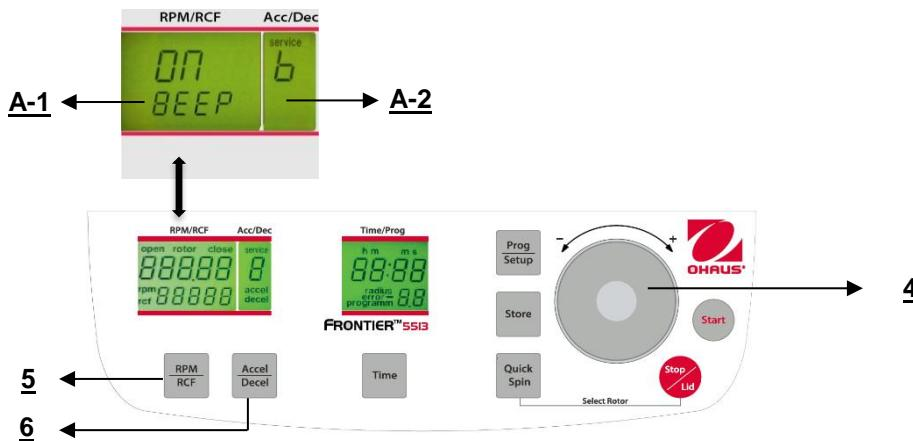

Abbildung. 33
Fahren Sie fort wie unter Punkt 4.1.2 beschrieben, um in den Programmmodus einzutreten und drücken Sie dann die Taste "Accel/Decel"(6). Auf der Anzeige "Acc/Dec" (A-2) blinkt das Wort "Service". Wählen Sie nun den Buchstaben "B" mit Hilfe des Anpassungs Wähl scheibe (4). Als Ergebnis erscheinen auf der Anzeige "RPM/RCF" (A-1) die Worte "ON/BEEP". Nach dem Drücken der Taste "RPM/RCF" (5) können Sie das Tastaturgeräusch mit dem Anpassungs Wähl scheibe (4) ein- (On) oder ausschalten (Off). (Siehe Abbildung 33).